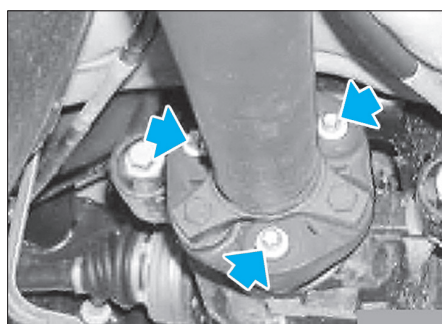

Fig. 2
- les vis du flector arrière (côté pont) (Fig.2).